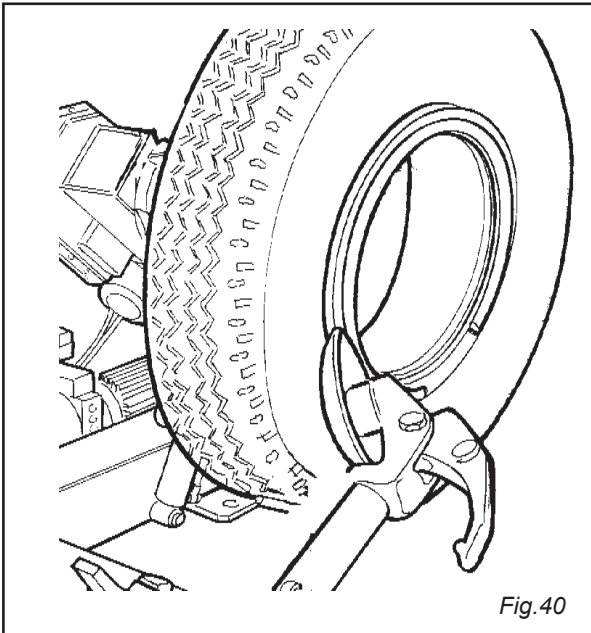

Fig.40
3) Posizionare il disco stallonatore a filo del cerchietto (vedi Fig. 40).
3) Position the bead breaking disk close to the rim (Fig. 40).
3) Positionner le disque décolle-talons près du cercle (voir fig. 40).
3) Die Abdrückscheibe auf die Felgenkanten bringen (vgl. Abb. 40).